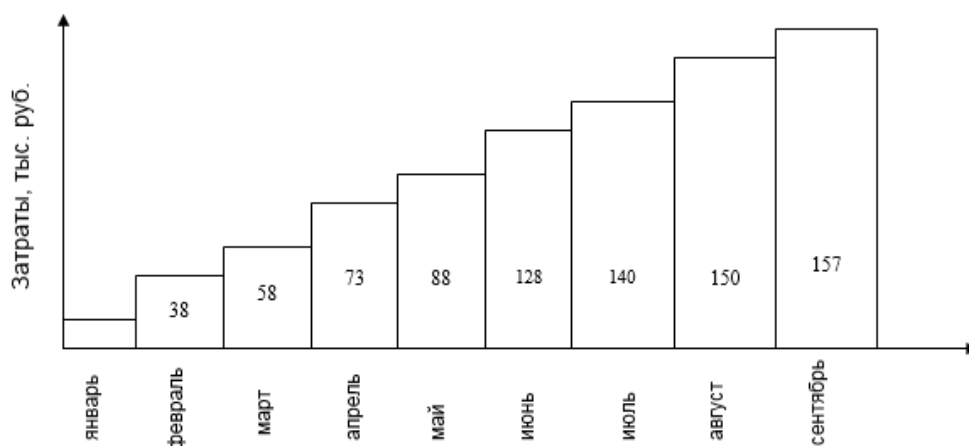

Рис. 6.7. Столбчатая диаграмма кумулятивных затрат проекта
- 4) столбчатых диаграмм кумулятивных (нарастающим итогом) затрат (рис. 6.7);